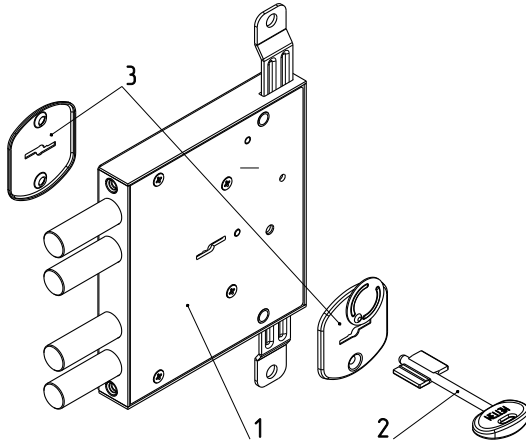

Рис.1
Комплектность замка приведена в таблице и показана на рис. 1.
- 4.1. Внешний вид и установочные размеры замка показаны на рис.1, 2.